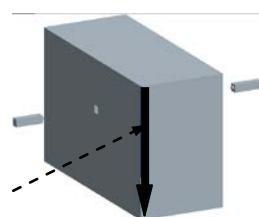
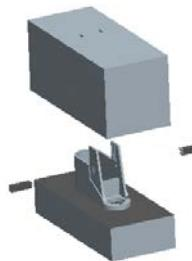

图 19.42 选取移动方向
图 19.43 移动上模和镶块后的状态
Step2. 选取如图 19.42 所示的边线为移动方向，输入要移动的距离值-20，结果如图 19.43 所示。